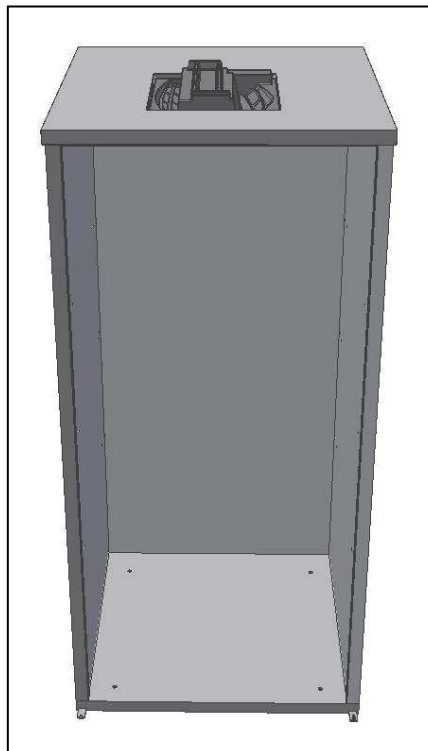

Fig. 7
- Encajar **el panel de la encimera** sobre los paneles laterales y sobre el panel de la espalda y apretar a la espalda (Fig.7).